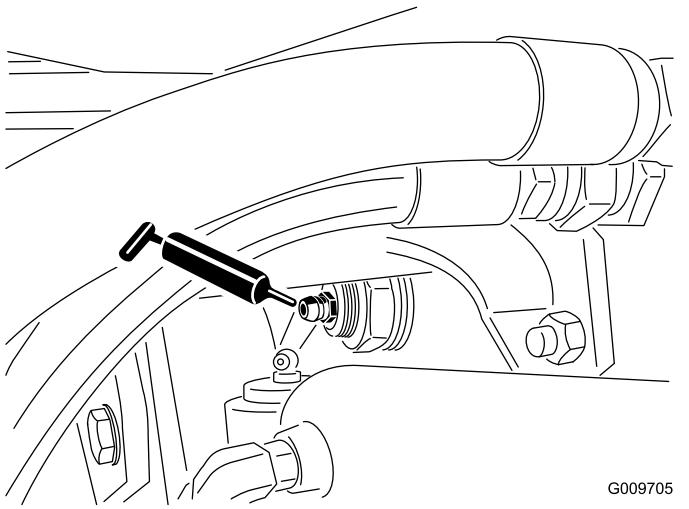

Bild 44
- Hinterachsen-Drehbüchsen (2), wie in Bild 44 abgebildet